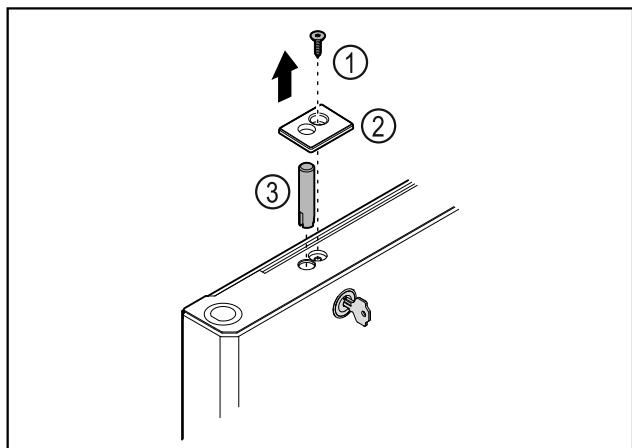

Fig. 33
- Odstraňte šroub Fig. 33 (1).
- Uvolněte kryt Fig. 33 (2) malým šroubovákem a sejměte jej.
- Vytáhněte zámkový čep Fig. 33 (3).